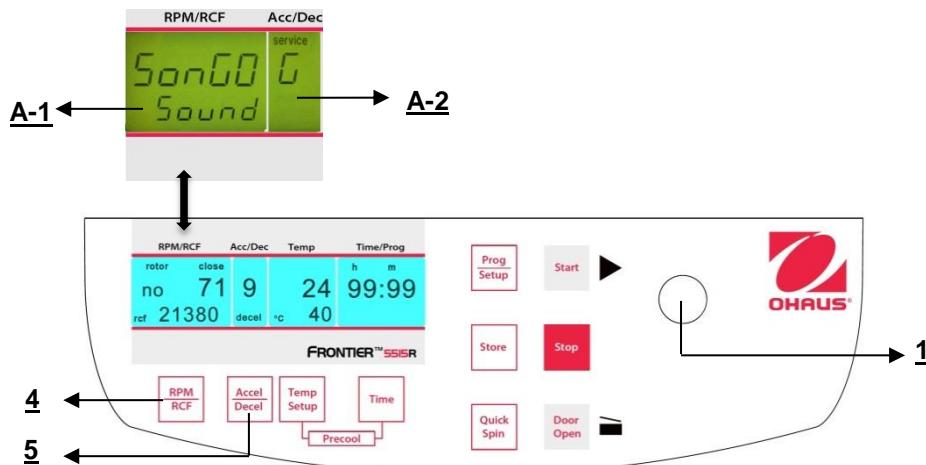

Figura 35
Procedere come descritto al punto 4.1.2 per inserire questa modalità programma e poi premere il tasto "Accel/Decel" (5). Sul display "Acc/Dec" (A-2) lampeggia la parola "Service". Selezionare adesso la lettera "G" con la manopola di regolazione (1). Di conseguenza, sul display "RPM | RCF" (A-1), appare la parola "VSonGo/Sound". Dopo aver premuto il tasto "RPM | RCF" (4), è possibile selezionare una suoneria con la manopola di regolazione(1). (Vedere figura 35)